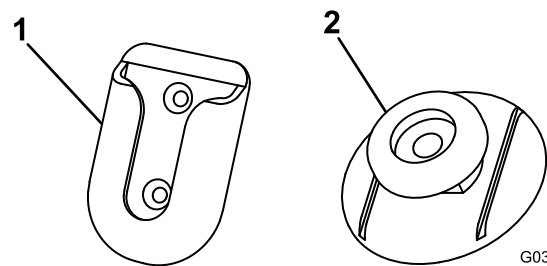

Figure 24
3. Nettoyez le dos du support pivotant (Figure 24) avec le tampon d'alcool puis séchez-le.
- Retirez le film d'un côté du ruban adhésif et apposez-le au dos de la patte de montage (Figure 24).